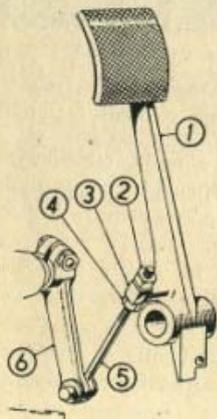

Fig. 24. - Riparazione del gioco del pedale della frizione.
Per far ciò è necessario svitare di quanto occorre il dado (4), quindi bloccare il puntone sul perno di comando (3), serrando il dado (2), quindi riavvitare il dado (4) (vedi fig. 24).